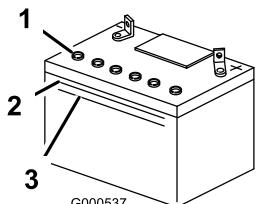

Figura 43
2. Examine a parte lateral da bateria. O electrólito deve estar ao nível da linha superior (Figura 43). Não deixe que o nível de electrólito desça abaixo da linha Inferior (Figura 43).
3. Retire as tampas de ventilação da bateria (Figura 43).
4. Encha devagar cada célula da bateria com água destilada até que o nível de electrólito atinja o nível da linha Superior (Figura 43) na caixa da bateria.
5. Aguarde cerca de cinco a dez minutos após encher as células da bateria. Adicione água destilada, se necessário, até que o nível de electrólito atinja a linha Superior (Figura 43) na caixa da bateria.